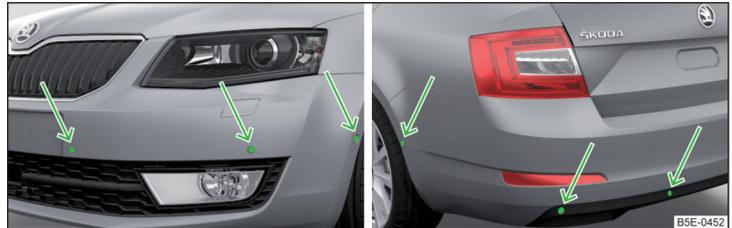

Abb. 157 Einbauort der Sensoren auf der linken Fahrzeugseite: vorn/hinten
- Die Systemsensoren » Abb. 157 auf Seite 146 sauber, schnee- sowie eisfrei halten und mit keinerlei Gegenständen abdecken, anderenfalls kann die Systemfunktion eingeschränkt sein.
Das System berechnet mithilfe von Ultraschallwellen den Abstand zwischen dem Stoßfänger und einem Hindernis. Die Ultraschallsensoren befinden sich je nach Fahrzeugausstattung im hinteren bzw. auch im vorderen Stoßfänger » Abb. 157.